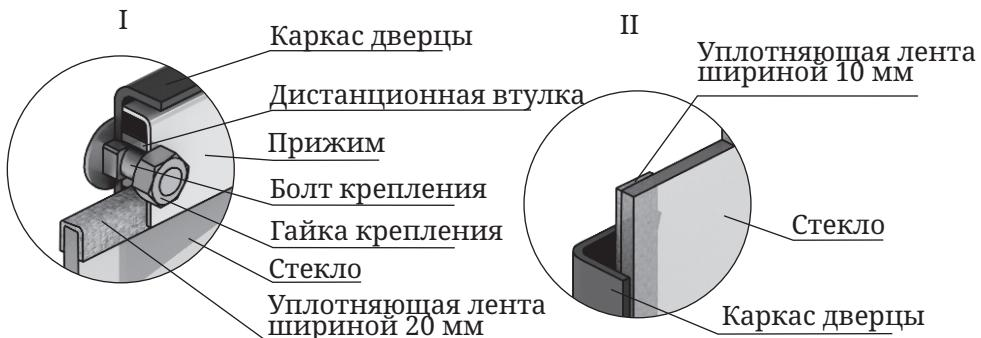

Рисунок 12. Крепление светорозрачного экрана
1. Открутите две гайки, фиксирующие прижим (рисунок 12.I), и демонтируйте его и дистанционные втулки.
(рисунок 12.I), лента шириной 10 мм
(рисунок 12.II).
4. Вставить стекло в упор, при этом лента наклеенная с боковых сторон (вертикальная) должна быть зажата между стеклом и каркасом дверцы (рисунок 12.II).